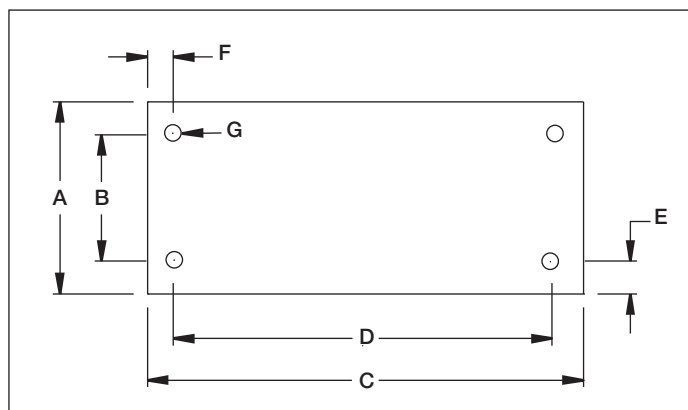

Figuur 2, ZG Ontluchtingsinstallatie
4.1 Ontluchtingsdop reservoir (zie figuur 2)
Controleer het oliepeil vóór het opstarten van de pomp en vul zonodig olie bij door de vulpoortdop te verwijderen. Zorg er te allen tijde voor dat de cilinders volledig ingetrokken zijn voordat vloeistof aan het reservoir wordt toegevoegd. Zie figuur 2.